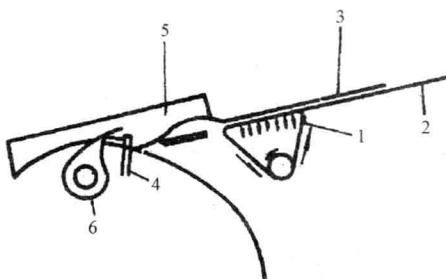

图 5-16 真空皮带超越式递纸机构原理图
4. 吸气带式递纸装置。这种递纸装置原理同进纸辊式递纸装置 (见图 5-16)